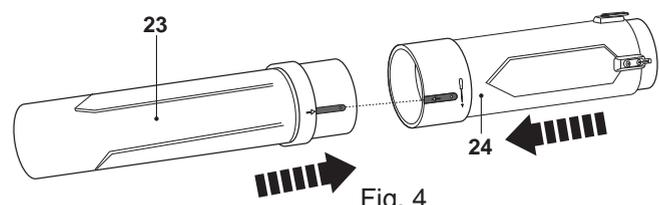

Fig. 4
- > Alignez les encoches sur les tubes [23, 24] et insérez le tube d'aspiration supérieur [24] sur le tube d'aspiration inférieur [23] (Fig. 4). Alignez les trous de vis sur les deux tubes.